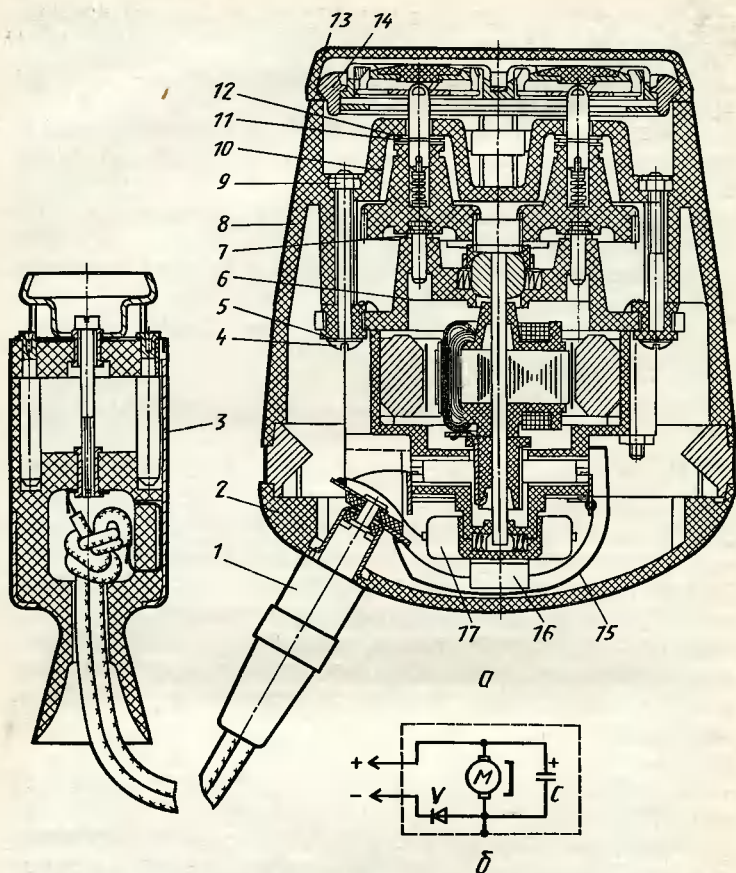

Рис. 42. Электробритва «Харьков-37-авто»:
**Устройство.** Эта бритва работает от источника питания постоянного тока напряжением 12 В. Она имеет универсальное переходное устройство 3 (рис. 42, а) для подсоединения к источникам питания автомобилей всех марок. Электробритву подключают в штепсельную розетку или гнездо электроприкуривателя автомобилей, у которых полярность на массе «минус». В автомобилях, у которых полярность на массе «плюс», электробритву можно подключать только в штепсельную розетку. Переходное устройство имеет длину 64 мм и диаметр 21 мм.
Электрическая схема бритвы представлена на рис. 42, б.